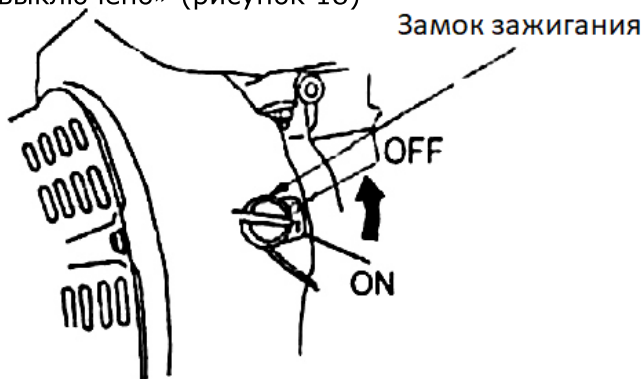

Рисунок 19
- Переведите переключатель двигателя в положение «выключено» (рисунок 19)